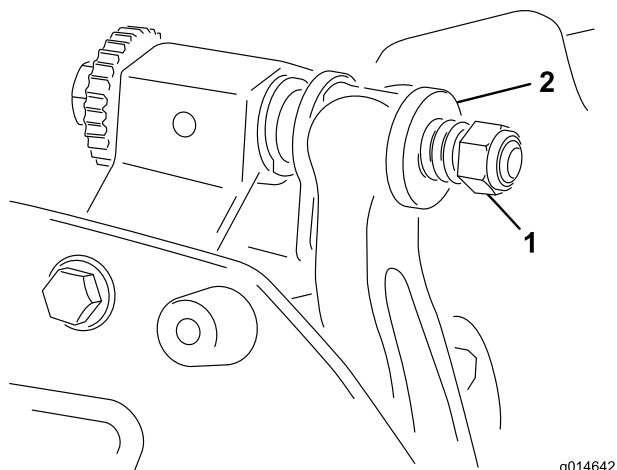

Рисунок 19
- Затяните гайку натяжения пружины, чтобы пружина полностью сжалась, затем отверните ее на 1/2 оборота (Рисунок 19).